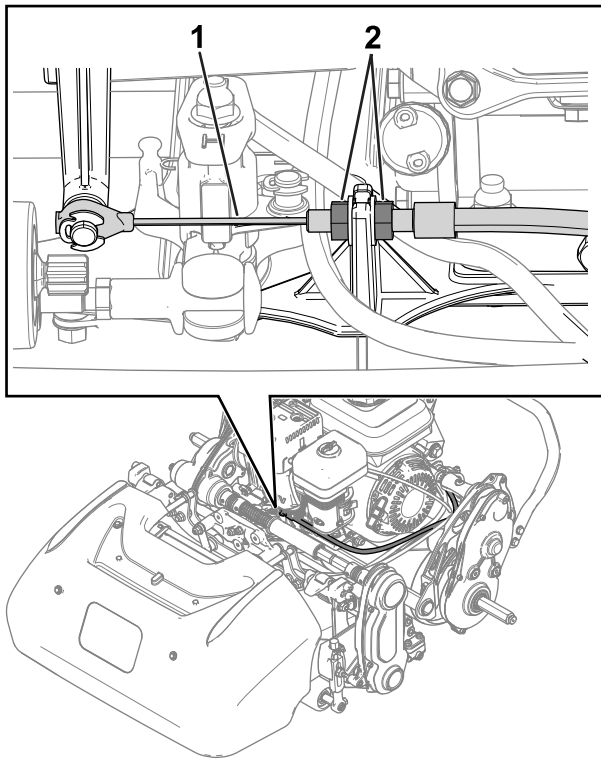
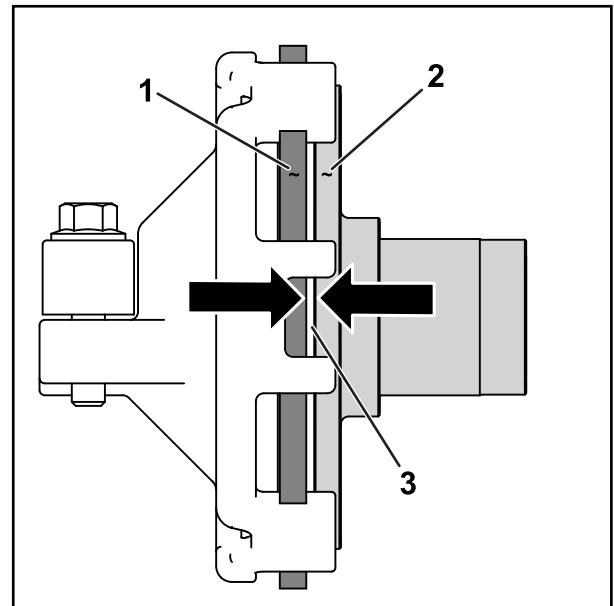

Bild 30
Bild 31
2. Lösen Sie die Sicherungsmuttern und stellen Sie den Antriebsbowdenzug so ein, dass ein Spalt von 1,1 mm zwischen der Reibscheibe und der Druckplatte (Bild 30 und Bild 31) besteht.